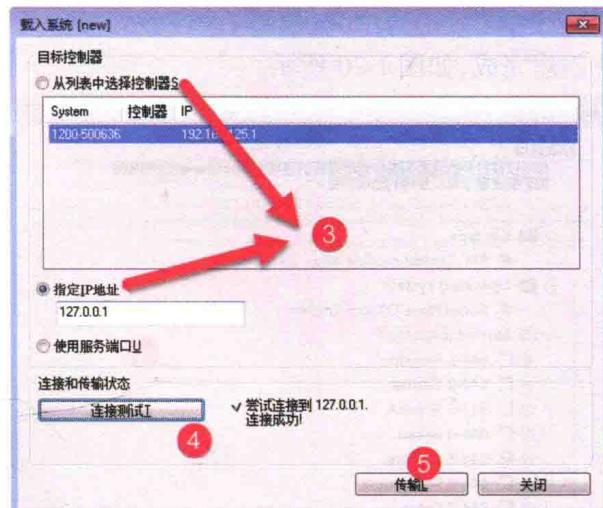
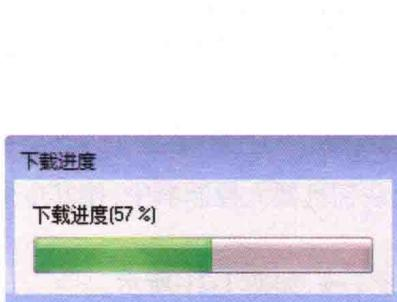

图 1-22 系统下载到控制器
图 1-23 下载进度
③选择两种方式来链接控制器(计算机端 IP 需要与控制器的 IP 在一个网段),如图 1-22 所示。
④连接测试,检查是否正常链接,如图 1-22 所示。
⑤下载新系统,等待新系统安装完成,如图 1-22、图 1-23 所示。